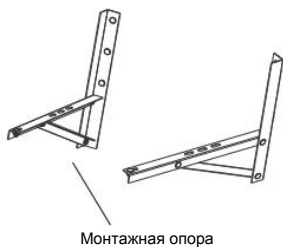

Рис. 10
- Если для установки наружного блока требуются монтажные кронштейны, то пользователь может приобрести их у нашей компании или агента (Рис. 10).